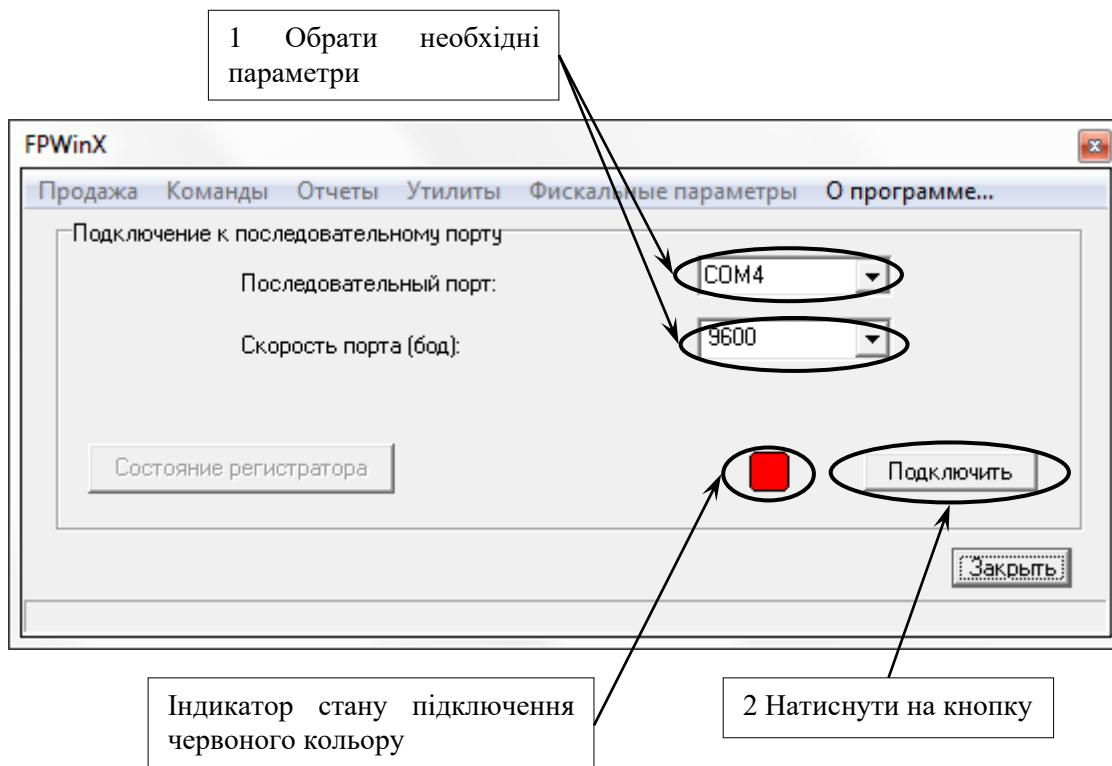

Рисунок 38
- запустити програму «FPWinX.exe» (рисунок 38);
– в полі «Последовательный порт» обрати СОМ порт, до якого підключено реєстратор (рисунок 38);
– в полі «Скорость порта» обрати швидкість підключення (за умовчанням 9600 біт/с) (рисунок 38);
- натиснути на кнопку «Подключить» (рисунок 38).